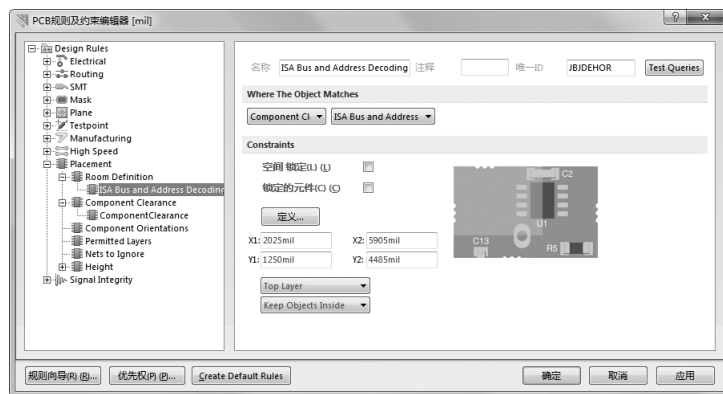

图 8-2 “Room Definition”选项设置
(1) “Room Definition”（空间定义规则）选项：用于在 PCB 上定义元件布局区域，图 8-2 所示为该选项的设置对话框。在 PCB 上定义的布局区域有两种，一种是区域中不允许出现元件，一种则是某些元件一定要在指定区域内。在该对话框中可以定义该区域的范围（包括坐标范围与工作层范围）和种类。该规则主要用在线 DRC、批处理 DRC 和 Cluster Placer（分组布局）自动布局的过程中。